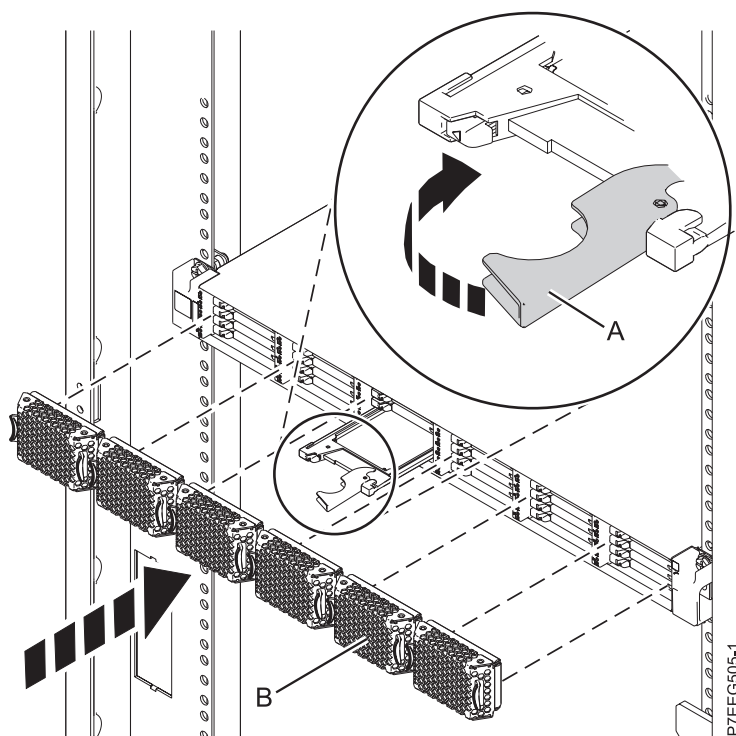

Figura 39. Sustitución de una unidad de estado sólido en Alojamiento de almacenamiento PCIe de EDR1.
4. Cuando parpadee el LED de identificación de la unidad de estado sólido, deslice la unidad de estado sólido hasta el fondo de Alojamiento de almacenamiento PCIe de EDR1 y asegúrese de que queda totalmente encajada. A continuación, gire el asa (A) hasta la posición de bloqueo. Consulte Figura 39.
5. Instale la placa frontal (B).